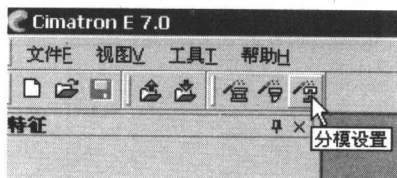

图 2-1
- ◆ 在初始界面上单击分模设置图标, 如图 2-1 所示。